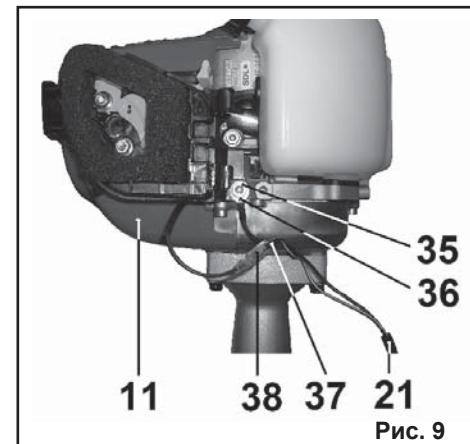

Рис. 9
7.4.2. Контакты провода (21) подключите к контактам двигателя (11). Для этого выкрутите винт (35), установите контакт «масса» (36) и закрутите винт (35) в корпус двигателя(11) (Рис. 9).
7.4.3. Контакт (37) вставьте в электрический разъем (38) двигателя (11) (Рис. 9).